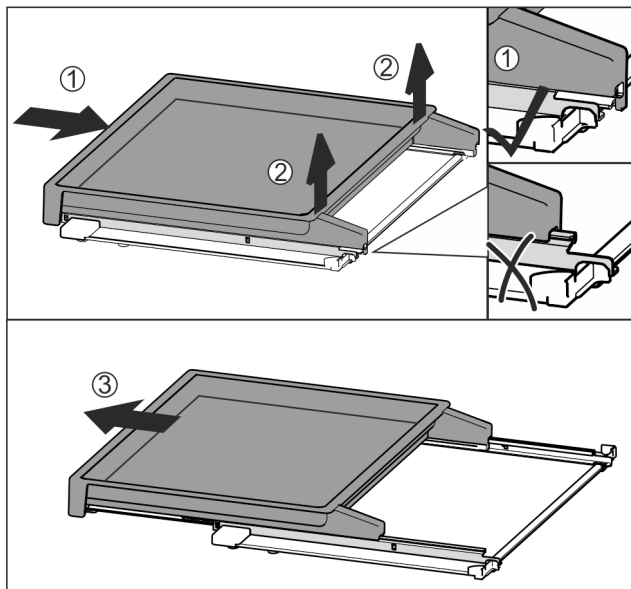

Fig. 112
- ▶ Skub udtrækshylden helt ind Fig. 112 (1).
- ▶ Løsn holderne bagtil Fig. 112 (2).
- ▶ Træk udtrækshylden ud fremad Fig. 112 (3).